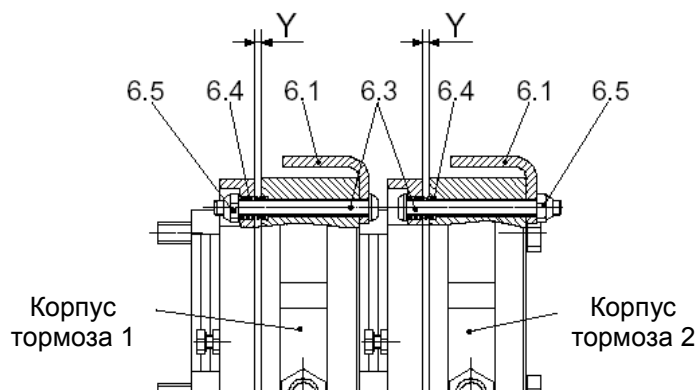

Рис. 7
Монтаж рычага ручной разблокировки (рисунок 7) выполняется на заводе
Процесс монтажа различен для корпуса тормоза 1 и корпуса тормоза 2 (см. рисунок 7).
- ❑ Равномерно затянуть шестигранные гайки (6.5) до тех пор, пока будет достигнут предписанный установочный размер "Y" (рисунок 7 и таблица 3).
Для монтажа рычага ручной разблокировки тормоз должен быть **демонтирован** и **обесточен**. Процесс монтажа различен для корпуса тормоза 1 и корпуса тормоза 2 (см. рисунок 7 и 8).
□ Равномерно затянуть шестигранные гайки (6.5) до тех пор, пока будет достигнут предписанный установочный размер "Y" (рисунок 7 и таблица 3).